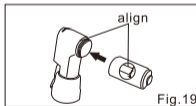

Fig.19
- 4) Sæt cylinderampullen helt ind, indtil patronens endeflade flugter med endefladen på håndstykkets hoved (fig. 19).